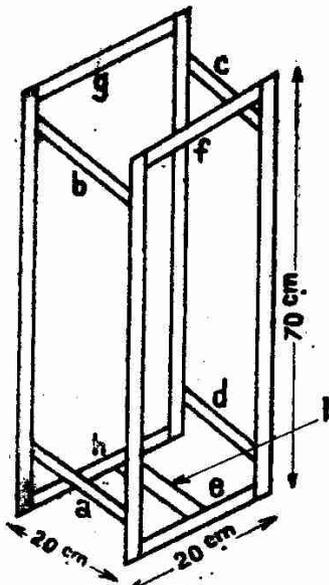
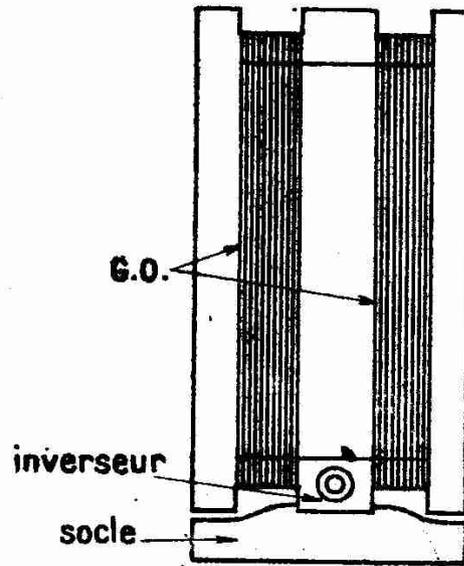
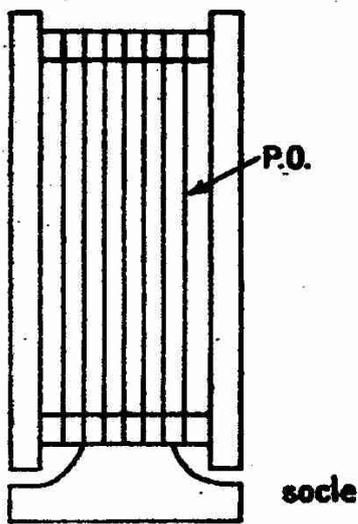
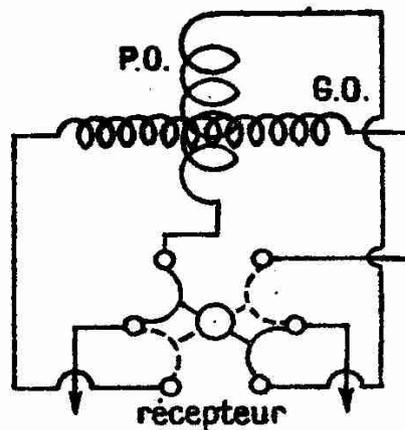

Fig. 5
Fig. 6
Fig. 7
Fig. 8
On pourrait employer deux cadres séparés pour couvrir la gamme 200-2.000 mètres. Néanmoins, il est plus commode d'employer deux cadres perpendiculaires bobinés sur un support unique. Dans le commerce se trouvent en effet des cadres analogues que l'on peut construire soi-même très facilement. On utilise pour cela un cadre rectangulaire représenté schématiquement (fig. 5), avec montants en bois et avec entretoises a, b, c, d, e, f, g et h, en ébonite par exemple. Les entre-toises a, b, c et d servent à l'enroulement petites ondes. Le entre-toises e, f, g et h reçoivent le bobinage des grandes ondes. Ces dernières sont placées légèrement au-dessus des entre-toises destinées au bobinage petites ondes, pour éviter un contrecroise-
La fig. 6 représente une vue de face du cadre avec le commutateur grandes et petites ondes. La fig. 7 représente une vue de côté. Les connexions du commutateur sont visibles schématiquement sur la fig. 8.
*Enroulement G.O.* — On prend 100 mètres de fil souple, gainé sous deux couches soie ou coton à plusieurs brins, de 6/10e en tout, que l'on enroule à spires jointives de part et d'autre du commutateur (fig. 6) dans deux gorges ménagées à cet effet.
Le bobinage petites ondes comprendra environ 32 mètres de fil du même type que le précédent, mais de plus grand diamètre, 9/10e par exemple, réparti en 15 spires espacées de 1 cm. environ et maintenues en place par des encoches tracées à la scie dans les entre-toises (fig. 7). Le cadre sera ensuite monté sur un socle pivotant fixé de façon non rigide sur l'entre-toise I (fig. 5) pour permettre une orientation aisée du cadre.